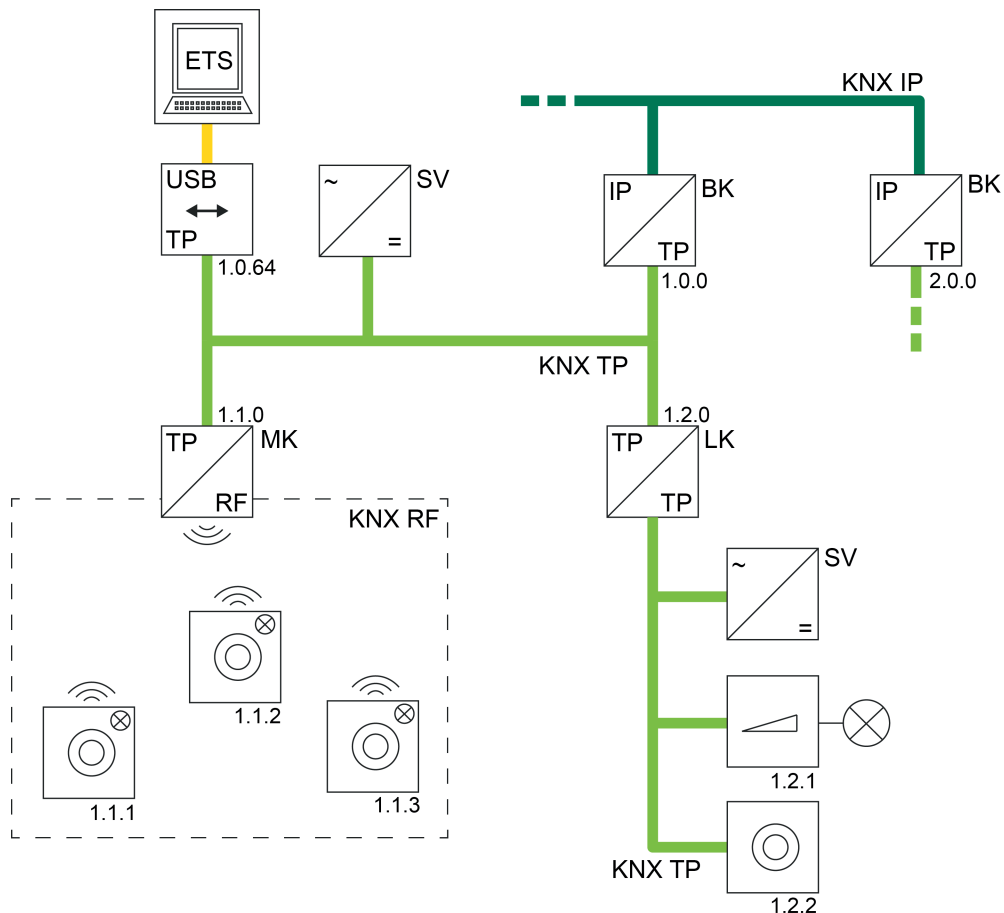

Bild 43: Beispiel einer möglichen KNX-Topologie mit einer KNX TP USB-Datenschnittstelle
- Verwendung einer KNX TP USB-Datenschnittstelle (Bild 43):